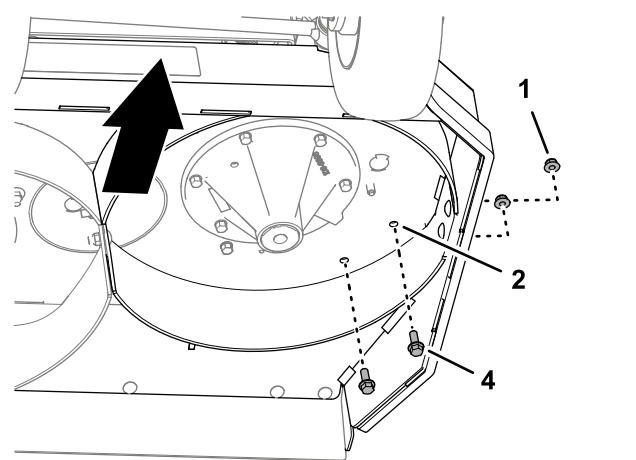

Figure 10
4. Insérez 2 vis à embase ($\frac{3}{8}$ " x 1") dans les trous de 10 mm du plateau de coupe (Figure 10) et fixez les vis avec 2 contre-écrous à embase ($\frac{3}{8}$ " que vous avez retirés à l'opération 3.